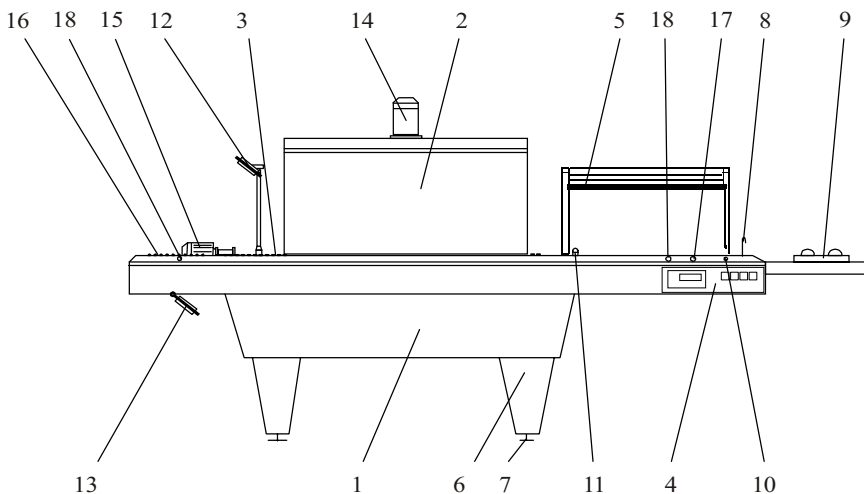

Рис. 1. Состав оборудования ТПЦ-550ИН
Термоусадочный упаковочный аппарат ТПЦ–550ИН (рис. 1) представляет собой сварной металлический корпус 1, на котором смонтирован цепной конвейер 3 с натяжным устройством, термоусадочная камера 2, охлаждающие вентиляторы 12, блок управления 4 и рамным ножом 5.
3. Далее, обеими руками необходимо плотно накрыть продукт в полурукаве подвижной рамой термоножа, (при этом загорается индикатор включения ножа «10» (рис. 1).
2. Откинуть защитные шторы на крышу камеры и развернуть верхние охлаждающие вентиляторы 12 (рис.1) так, чтобы струя воздуха проходила сквозь камеру.